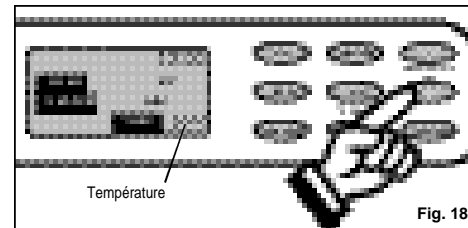

Fig. 18
- 3) Appuyez sur la touche appropriée  $\Delta$  ou  $\nabla$  pour régler la température de déshumidification entre 10°C (50°F) et 30°C (88°F). Fig. 18. La lampe **verte** s'allume pour indiquer que le mode de déshumidification fonctionne (il peut se produire un bref délai de 10 à 30 secondes avant le début du cycle, ceci est normal).